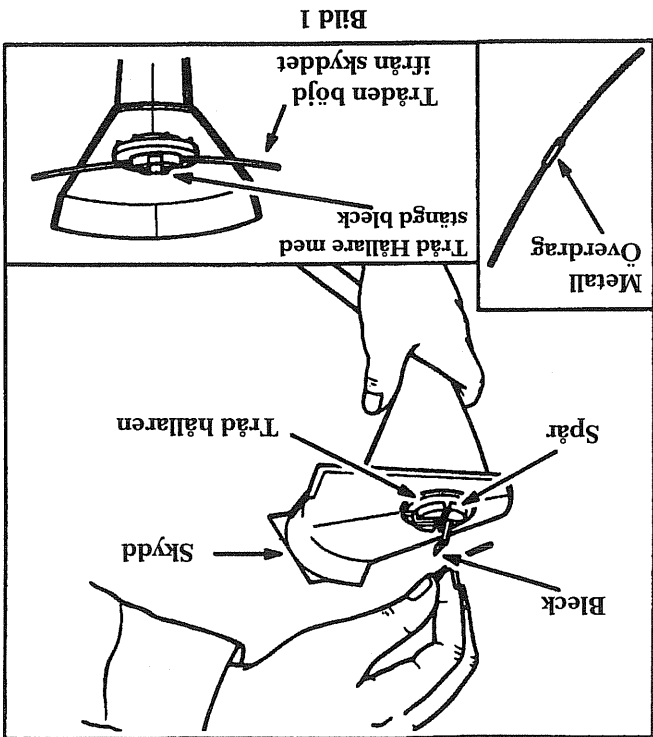

Bild 1
1. Ta stadigt grepp om trimmaren Bild 1.
2. Lyft blecket på kabelhållaren Bild 1.
3. Sätt kabelns metall överdrag [Bild 1 (hilla bilden till vänster)] ner i spåret i kabelhållaren. Bild 1.
4. Tryck ner snibben tills den är stängd. Bild 1 (hilla bilden till höger).